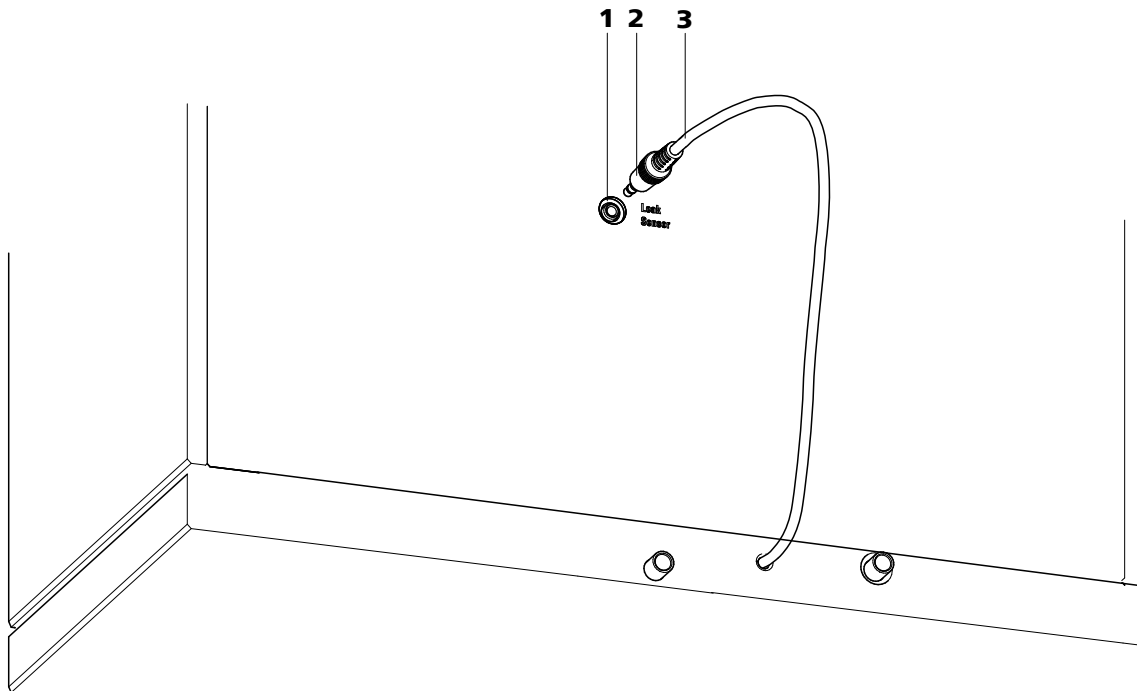

Figura 8 Conexión del detector de fugas en la parte posterior del aparato
- 1 Enchufe la clavija del detector de fugas (8-2) en la toma de conexión del detector de fugas (8-1) de la parte posterior del aparato (véase Figura 8, página 23).